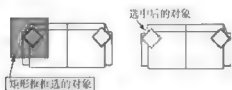

图 4-2
(2)窗口(W)参数选项: 主要作用是由两个对角顶点确定的矩形窗口来选择位于其范围内的所有图形。与矩形窗口相交的对象不被选中。指定对角顶点时应该按照从左向右的顺序, 如图 4-2 所示。